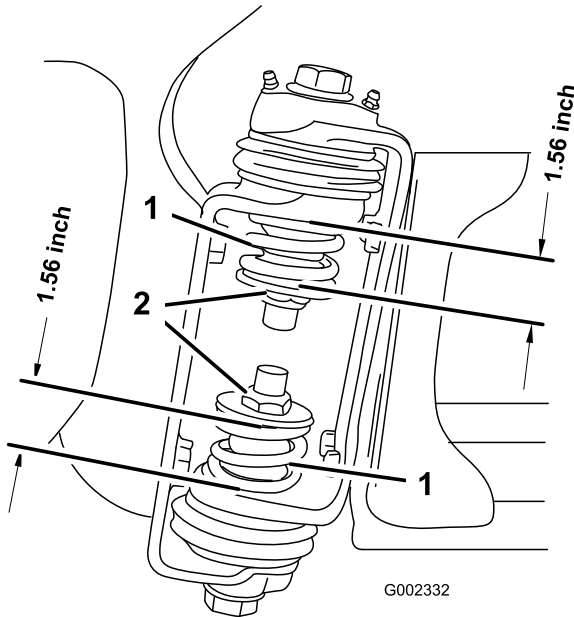

Bild 8
3. Messen Sie am Gelenk des Auslegers die Komprimierung der oberen und unteren Federn, wenn die Ausleger ausgefahren sind (Bild 8).